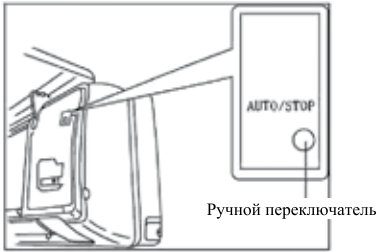

Рис. 5.6
- В случае утери или выхода из строя беспроводного пульта управления возможно включение/выключение кондиционера при помощи аварийного переключателя см. Рис. 5.6.
- При нажатии кнопки переключателя (Рис. 5.6) кондиционер включится в автоматический режим. В зависимости от температуры в помещении кондиционер будет охлаждать, нагревать или работать в режиме вентиляции. Если кондиционер работает, то при нажатии кнопки остановится.